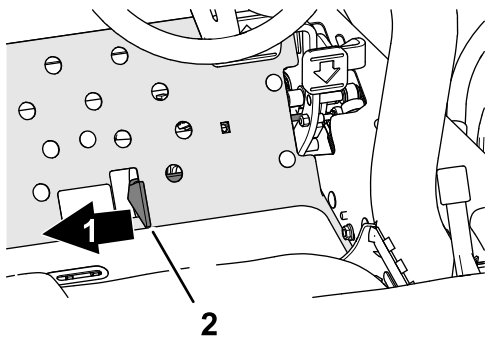

Рисунок 39
4. Переведите движок скашивания/транспортировки вправо в положение СКАШИВАНИЕ (Рисунок 39).
2. Переведите движок скашивания/транспортировки вправо в положение Скашивание (Рисунок 39).